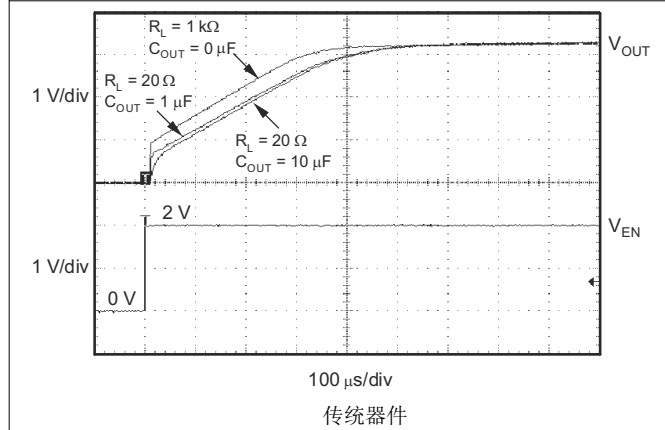

图 5-39. TPS73133 导通响应
使能引脚 (EN) 高电平有效并且与标准 TTL-CMOS 电平兼容。 $V_{EN}$  低于 0.5V (最大值) 会将稳压器关闭并将 GND 引脚的电流降至大约 10nA。当 EN 用来关闭稳压器时，导通晶体管的栅极电荷会被完全清除。 $V_{EN}$  高于 1.7V (最小值) 会打开稳压器，并且输出会斜升至稳定的  $V_{OUT}$  (请参阅图 5-39)。